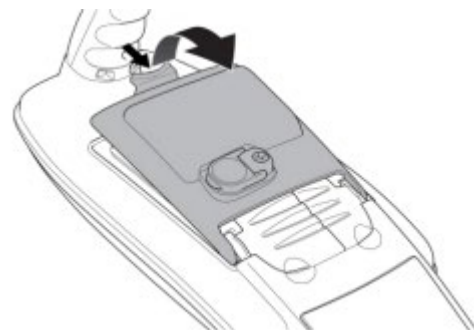

图 4.4：打开电池仓
要连接锂离子电池组，请打开电池仓（图 4.4）
1. 使用释放扣打开电池仓（图 4.4）